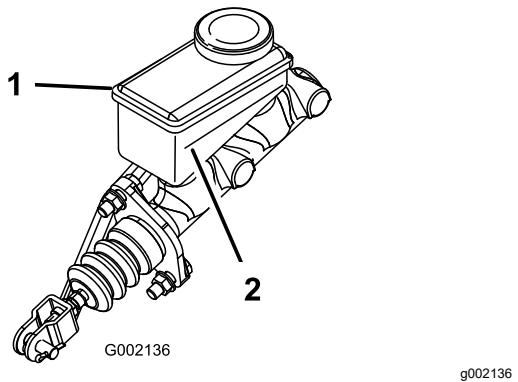

Figure 58
3. Observez le repère de niveau sur le côté du réservoir (Figure 58).
- B. Versez du liquide de frein DOT 3 dans le réservoir jusqu'à ce que le niveau dépasse le repère minimum (Figure 58).